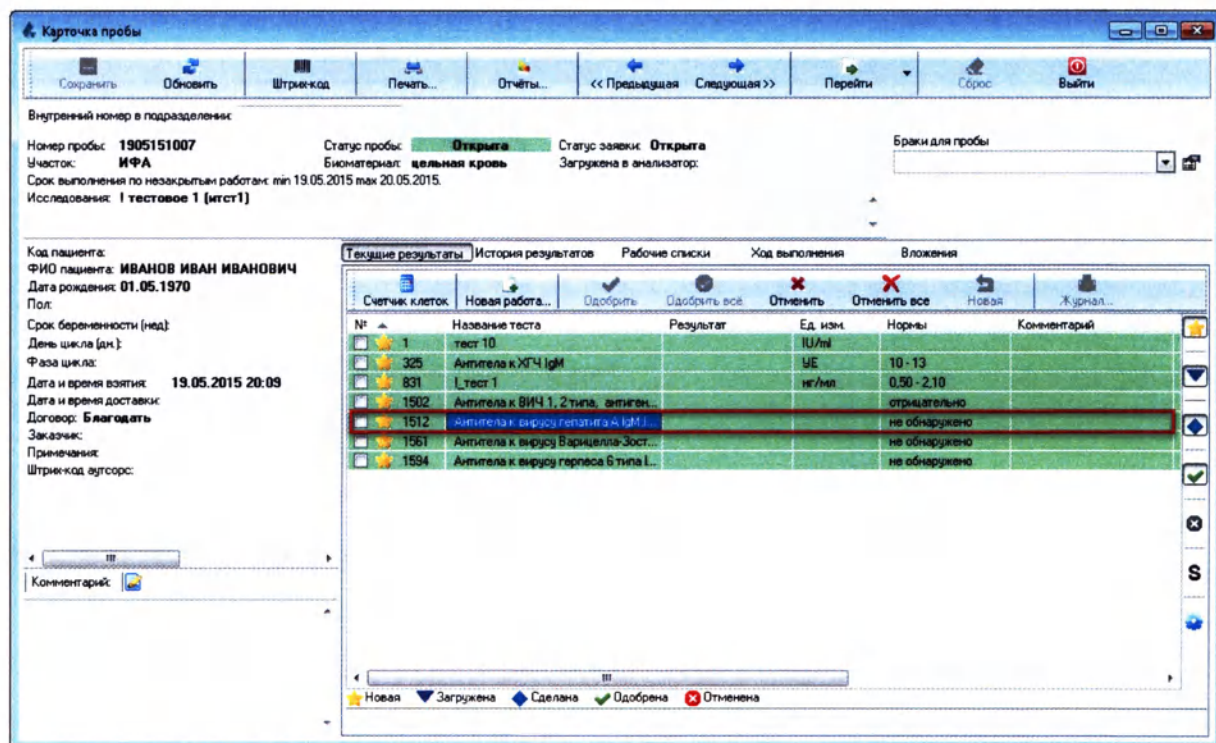

Рисунок 14.18
- Откройте карточку пробы, щелкнув по выбранной записи мышью. В открывшейся карточке пробы выберите работу (Рисунок 14.18).
- Откройте карточку пробы, щелкнув по выбранной записи 2 раза левой кнопкой мыши. В открывшейся карточке пробы выберите работу (Рисунок 14.18):